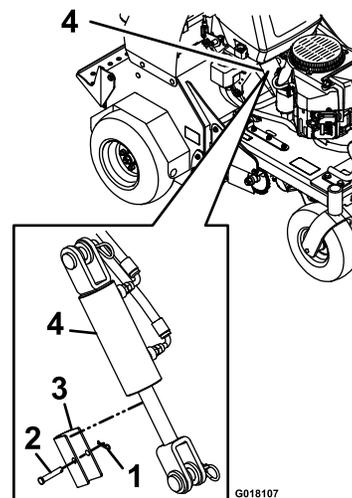

Figura 5
- Retire y guarde el pasador, la chaveta y el tope del cilindro, según se muestra en Figura 5.